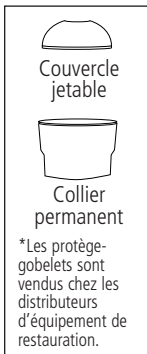
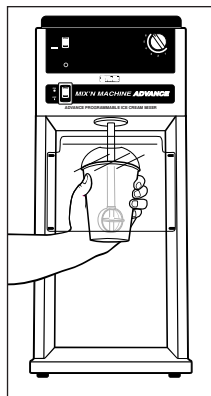

Figure 1
Figure 2
4. Placez un protecteur sur le gobelet (voir la Figure 1). Tenez fermement le gobelet (et le couvercle ou le collier) dans votre main (**par le côté et non par le fond**) et atteignez le dessous du pare-éclaboussures. Placez le gobelet sous l'agitateur et soulevez pour que l'agitateur touche le fond du gobelet. Voir Figure 2.